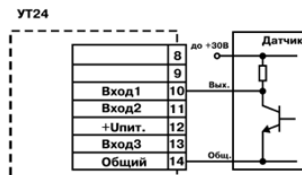

Рисунок 3.12
- другие типы датчиков с выходным напряжением высокого уровня от 12 до 30 В и низкого уровня от 0 до 4 В (рисунок 3.12). Входной ток при напряжении низкого уровня не превышает 15 мА.